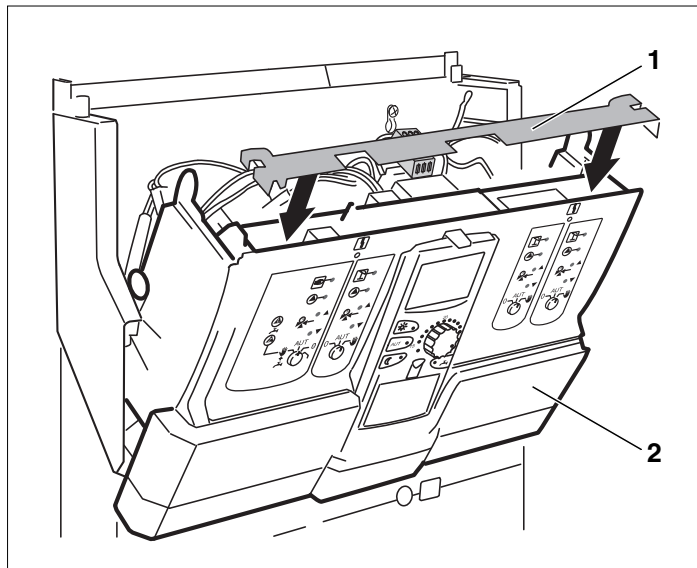

Рис. 9 Установка планки
- Установите планку (→ Рис. 9, [1]) в пазы до полной фиксации.
- Установите обратно переднюю часть системы управления (→ Рис. 9, [2]) до полной фиксации.